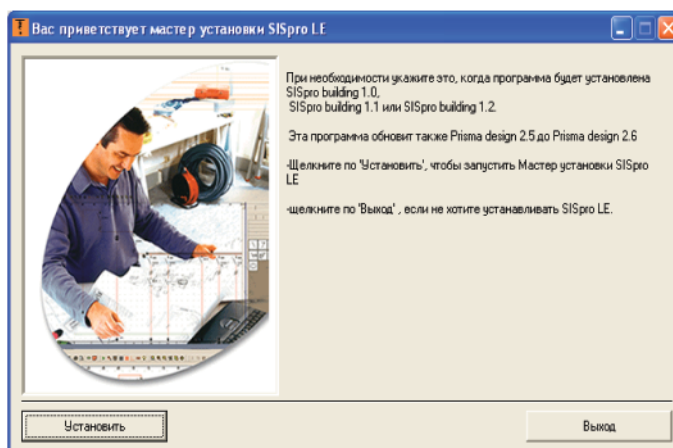

Рис. 21
- 2) Автоматически появляется окно запроса установки (рис. 21). Нажмите кнопку “Установить”;